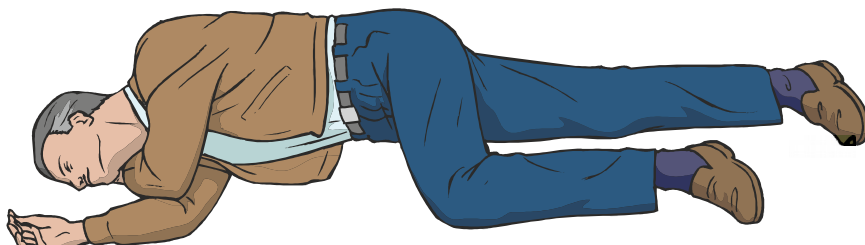

Рисунок 38 — Восстановительная позиция пострадавшего без сознания
- ◆ если необходимо сохранить достигнутое положение головы, поместите руку пострадавшего под щеку (рисунок 38);